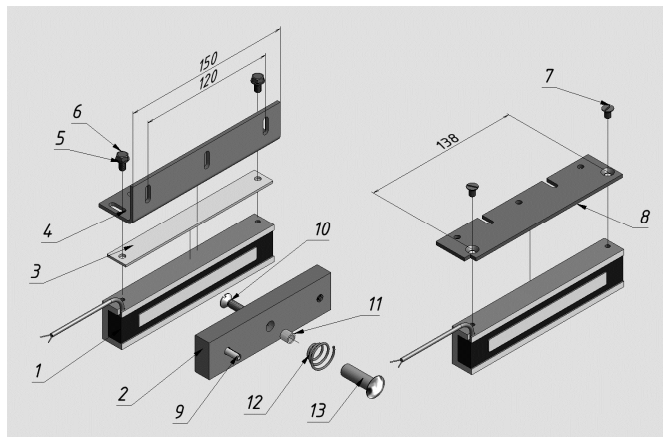
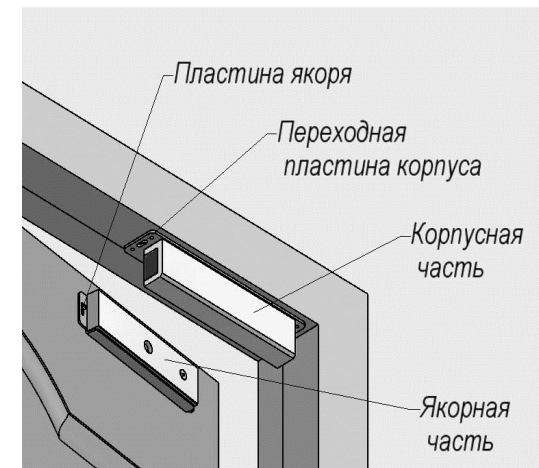

Рис.1
Рис.3
В комплект поставки **AL-180FB-01** (рис.1) входят:
5.2 Корпусная часть замка размещается в верхней части дверной коробки (рисунок 3). Крепление корпусной части замка к дверной коробке производится с помощью переходной планки (рис.1 поз.8) или монтажного уголка (рис.1 поз.4).
5.3 При установке корпуса на переходную планку (рис.1 поз.8) крепление корпусной части к планке выполняется винтами М5х8 (поз.7). Предварительное крепление планки с корпусом к дверной коробке выполняется саморезами через регулировочные пазы в планке.
5.4 При установке корпуса на монтажный уголок (рис.1 поз.4) крепление корпусной части к угольнику осуществляется через переходную планку (поз. 3) болтами М5х10 с шайбами (поз.5, 6).